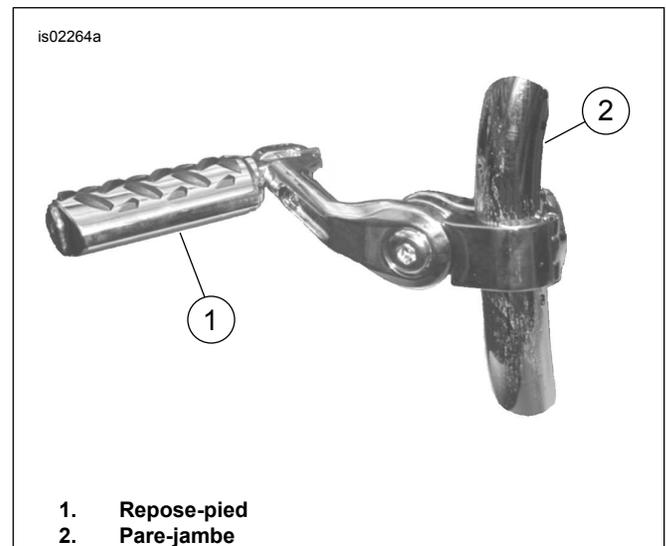
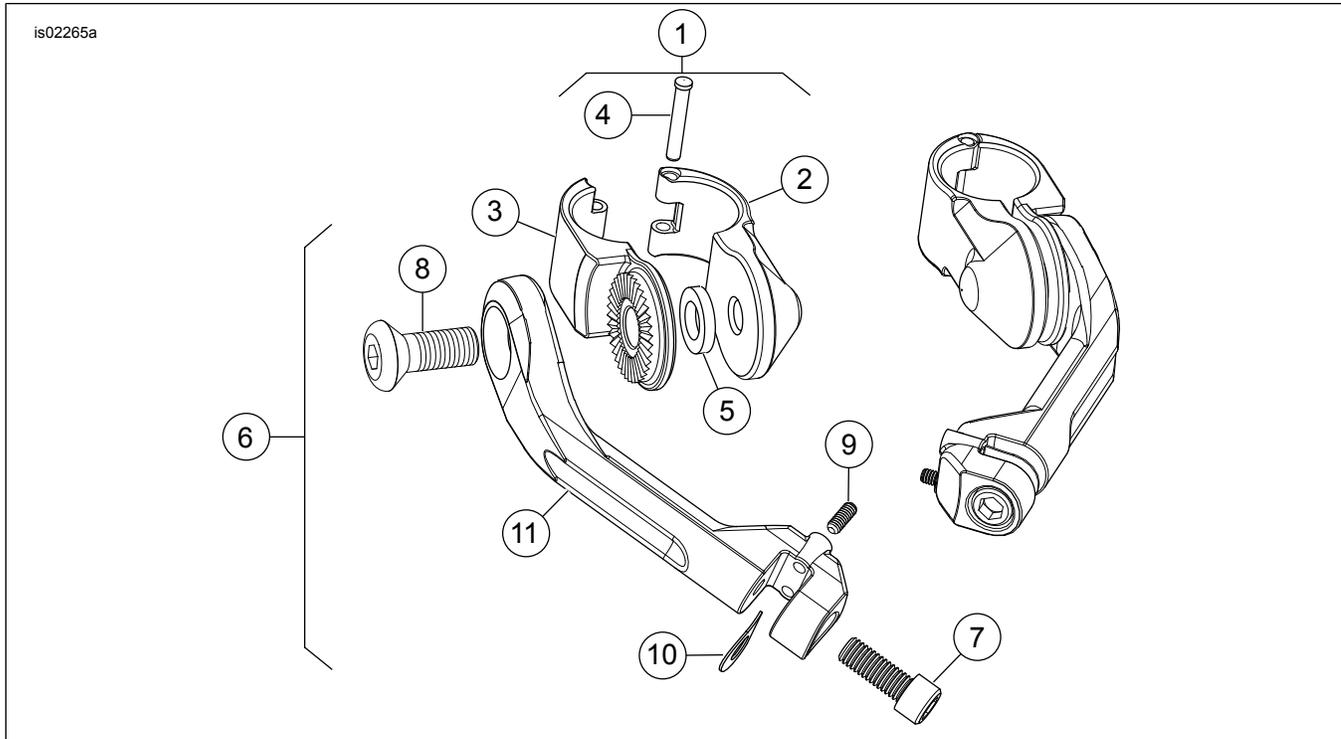

Figure 1. Ensemble de repose-pied installé sur le garde-moteur
Figure 2. Pièces de rechange : Ensemble de fixation de repose-pieds de garde-moteur
Consultez Figure 2 et Tableau 1 .
2. Consultez Figure 2 . Procurez-vous la pince de montage (1) du kit. Positionnez les moitiés de pince autour du garde-moteur à la hauteur souhaitée et installez-les avec la tête de l'axe de charnière orientée vers le haut. La face « crantée » de la pince doit faire face au bras d'extension.
3. Prenez la rondelle (5), la vis (8) et l'un des bras inclinés (11) (long ou court selon le numéro du kit) du kit. À l'aide de la vis, alignez et installez le bras incliné avec la rondelle (5) positionnée entre les « oreilles » de la pince.
4. Consultez Figure 1 . Positionnez le bras incliné de manière à ce que le repose-pied pivote vers le haut et vers l'arrière de la moto. Ne le serrez pas complètement pour le moment.
5. Consultez Figure 2 . Prenez le repose-pied (vendu séparément), la rondelle à ressort en D (10) et la vis (7) du kit. Installez la rondelle à ressort en D de manière à ce qu'elle soit positionnée à l'intérieur du support de repose-pied (bras) avec le bord carré « D » vers l'intérieur du support. Maintenez la rondelle en place et faites glisser le repose-pied en place. Appliquez deux ou trois gouttes de Loctite 243 sur la vis. Installez la vis sur le repose-pied et serrez-la sur 26 N·m (19 ft-lbs).